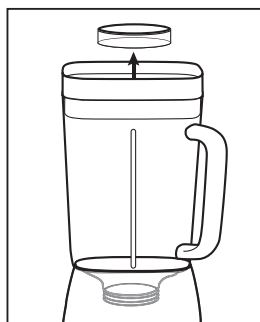

FIGURE 5
- Ne retirez pas le couvercle en cours d'utilisation. Retirez la goulotte pour ajouter de petits ingrédients. (Figure 5)